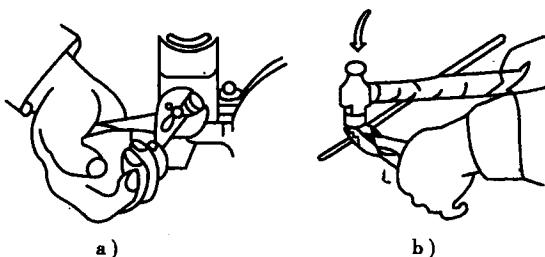

图 2—2 钳子的不正确使用
(4) 使用时，不允许用钳子切割过硬的金属丝（如图 2—2b 所示），以免造成刀口损坏或钳体损伤。